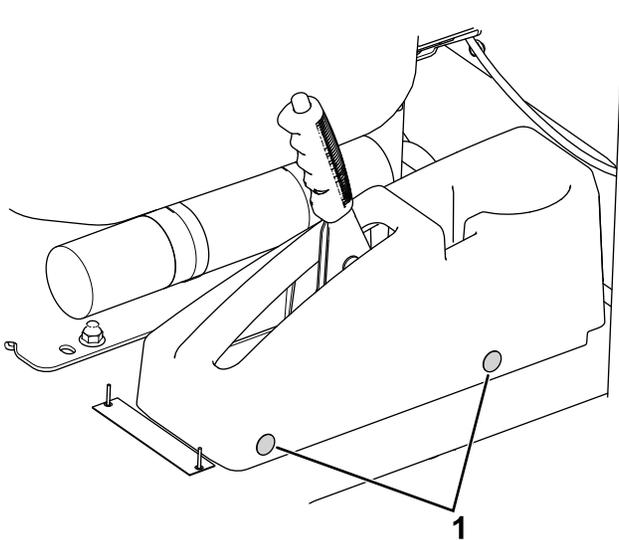

Bild 13
1. Entfernen Sie die Eindrückbefestigungen, mit denen die Bremsabdeckung am Boden befestigt ist (**Bild 13**).
9. Montieren Sie die Bremsabdeckung mit den beiden zuvor entfernten Eindrückbefestigungen (Bild 13).